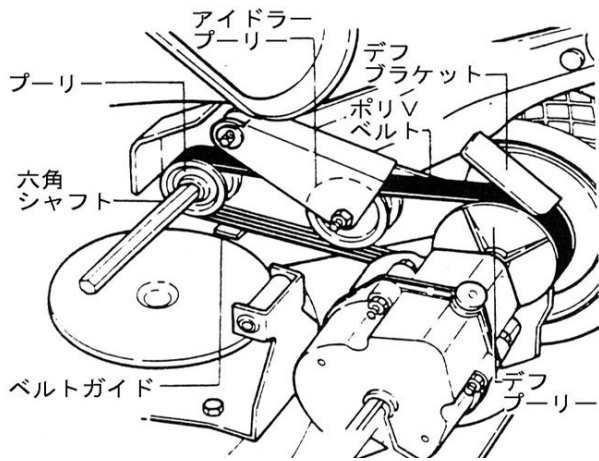

図 6-16
② ポリVベルトの交換
2. ベルトを切断したり取り外す前に、プーリー間のベルトの経路をメモしておきます。(図6-16)